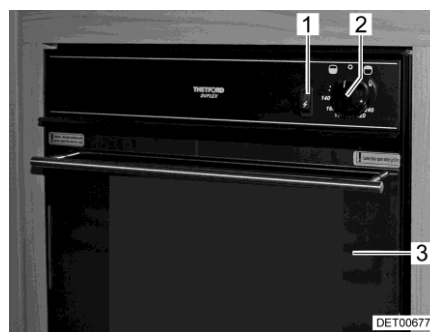
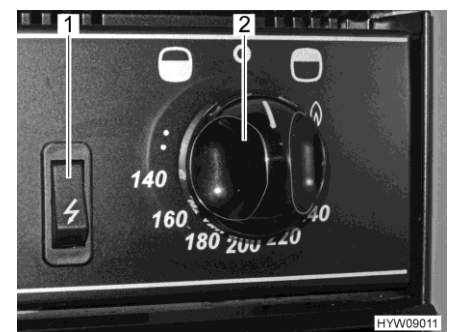

Bild 123 Gasbackofen mit Grill
Bild 124 Bedienelemente (Gasbackofen mit Grill)
- Backofenklappe (Bild 123,3) ganz öffnen.
- Drehregler (Bild 123,2 und Bild 124,2) drücken und entgegen dem Uhrzeigersinn (in Richtung Backofen-Symbol "🍪") auf maximale Einstellung stellen.
- Drehregler (Bild 123,2 und Bild 124,2) drücken und 5 bis 10 Sekunden lang gedrückt halten. Es strömt Gas zum Brenner.
- Zündschalter (Bild 123,1 und Bild 124,1) so lange drücken, bis die Flamme brennt.
- Drehregler (Bild 123,2 und Bild 124,2) drücken und im Uhrzeigersinn (in Richtung Grill-Symbol "🔥") auf das Flammensymbol stellen.
- Drehregler (Bild 123,2 und Bild 124,2) auf "O" drehen. Die Flamme erlischt.